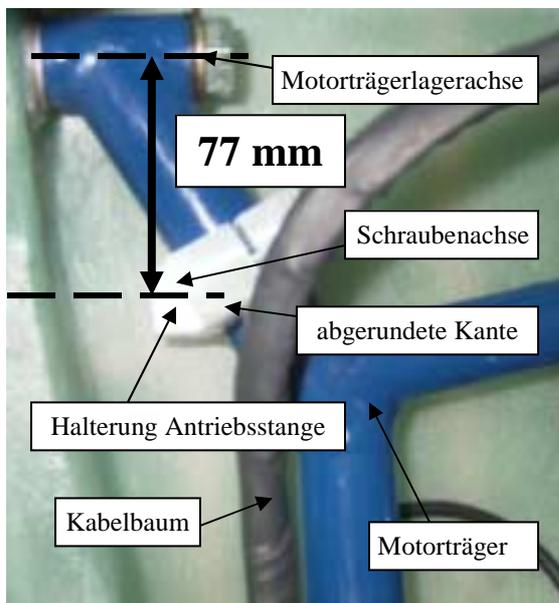

Abbildung 7 Blickrichtung ist Flugrichtung von Motorraum zum hinteren Hauptspant
- Halterung der Antriebsstange so befestigen, dass der Abstand zwischen Motorträgerlagerachse und Schraubenachse 77mm beträgt siehe Zeichnung 10M60 (siehe Abbildung 7).